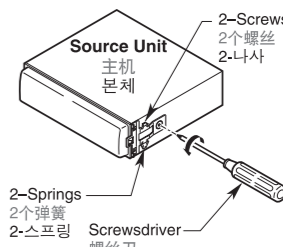

Figure 6 / 图 6 / 그림 6
1. Remove the springs at both sides of the source unit (Figure 6).